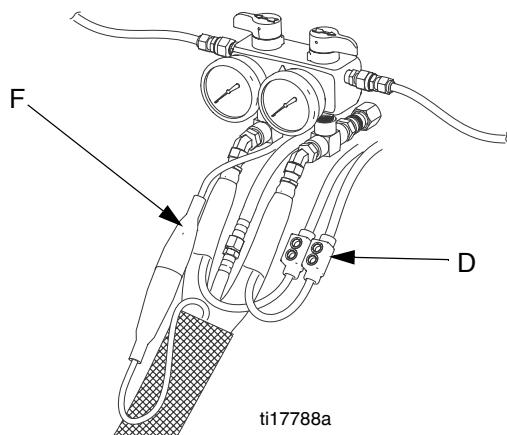

Рис. 9. Шланг с подогревом
- Отсоедините разъем шланга (D) от Reactor, Рис. 9.
- Отключите кабель (F) датчика температуры жидкости от Reactor (см. Рис. 9).